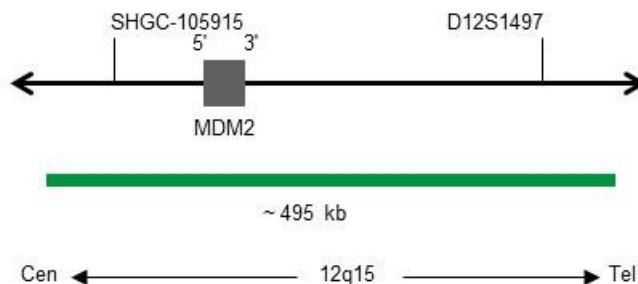

Fig. 1: SPEC MDM2 Mapa da sonda (sem escala)
- Polinucleótidos (~10 ng/μl) com marcação ZyGreen (excitação 503 nm/emissão 528 nm), dirigidos ao mapeamento de sequências alvo em 12q15* (chr12:69,071,802-69,565,421) contendo o gene MDM2 (ver Fig. 1).